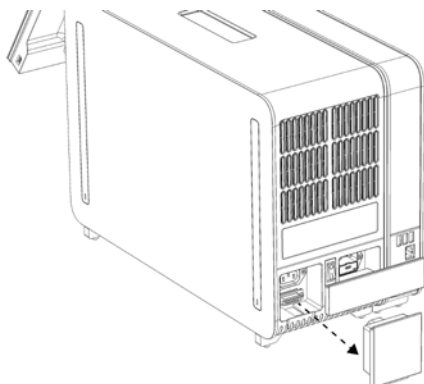

Figura 12. Removendo a Ponte de terminação.
- 1d. Remova a Ponte de terminação na parte traseira do Módulo analítico (Figura 12, página seguinte).